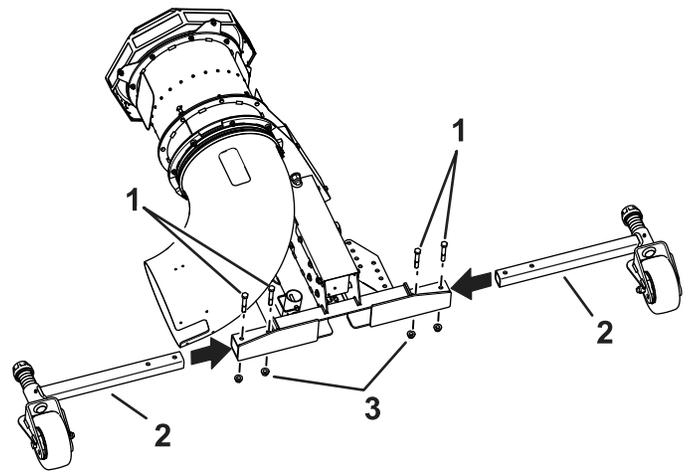

Bild 4
5. Befestigen die Laufräder mit vier Schrauben ($\frac{1}{2}$ " x $3\frac{1}{2}$ ") und vier Sicherungsbundmutter ($\frac{1}{2}$ ") an der Maschine; siehe Bild 4.